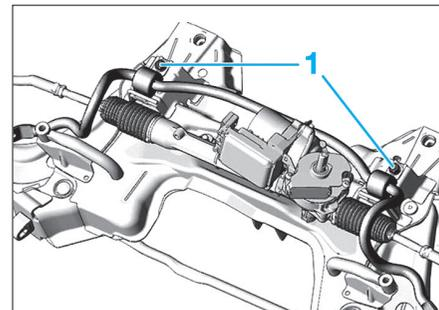

Fig. 16
- Déposer les vis (1) et l'ensemble barre stabilisatrice et paliers (Fig.16).